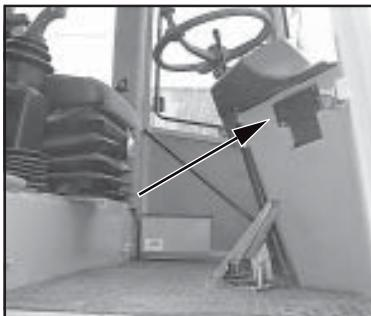

Bild 5-6
(2) Luftstromrichtung an den seitlich angebrachten Ausströmerdüsen (Bild 5-6/Pfeil) einstellen.
(1) Turn the rotary switch (5-5/arrow) for the blower to position 0, 1 or 2, depending on the amount of air desired.
(2) Régler la direction du courant d'air à l'aide des buses placées sur le côté (figure 5-6/flèche).